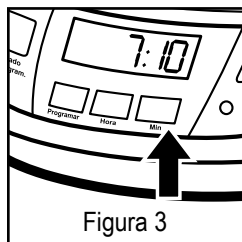

Figura 3
2. Pressione, segurando o botão de minutos MIN, até que na tela do relógio apareçam os minutos corretos. Veja figura 3.